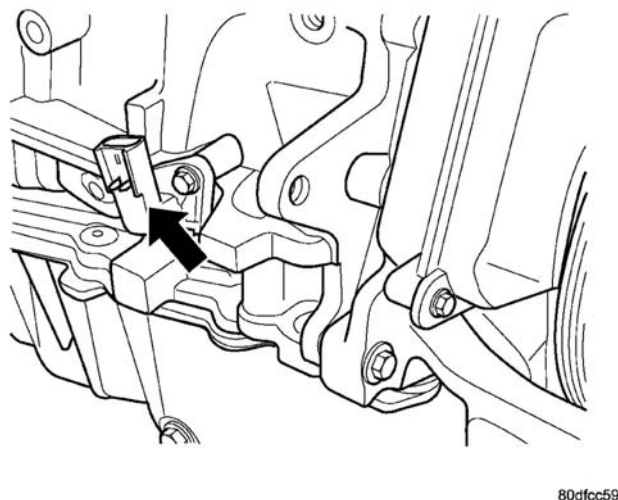

图 8 曲轴位置传感器 2.4L
- (1) 断开蓄电池负极电缆。
- (2) 提升车辆并支撑住。
- (3) 断开电线插接器（图 8）。
- (4) 拆卸曲轴传感器螺栓
- (5) 拆卸曲轴传感器
- (1) 安装曲轴传感器。
- (2) 安装曲轴螺栓并将其拧紧。
- (3) 连接电线插接器（图 8）。